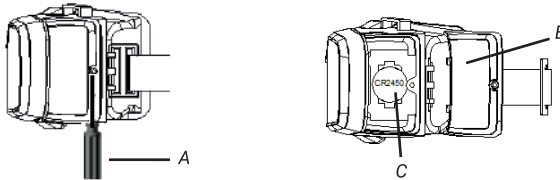

Figura 4
1. Cuando el indicador BAT se ilumine en rojo, cambie la batería a la vez, preste atención a los terminales positivos y negativos y reemplace la batería de acuerdo con las siguientes operaciones (Ver la figura 4).